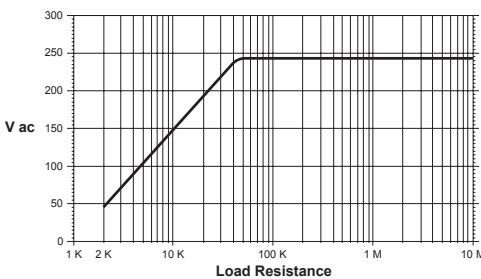

Abbildung 1:
**Ausgangslast**..... Siehe Abbildung 1